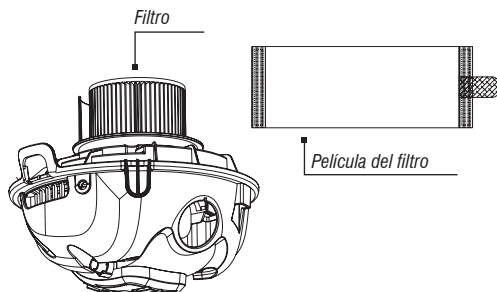

Fig. 14 – Filtro y película protectora del filtro
2. Retire la película protectora del filtro que envuelve el filtro, Fig. 14;